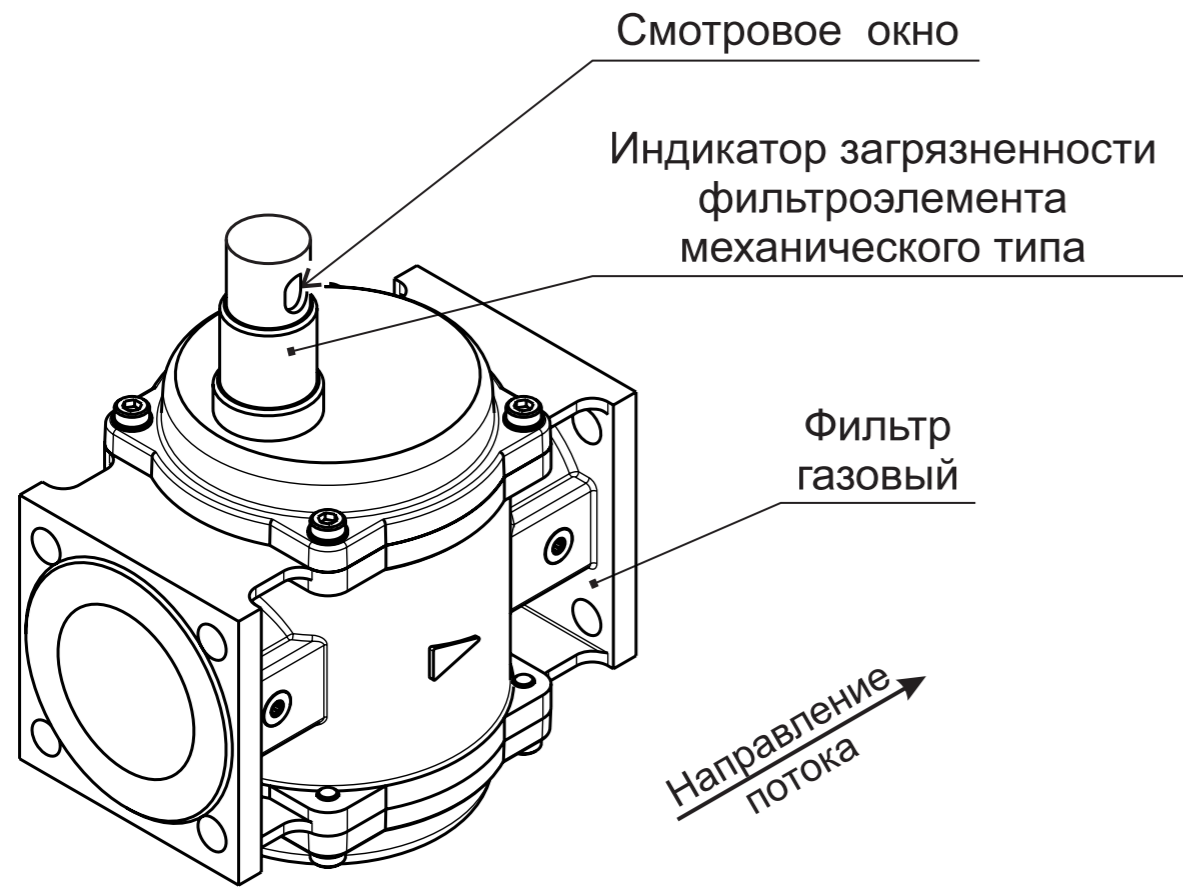

Рис. 10-25. Фильтр газовый с индикатором загрязненности фильтроэлемента механического типа
- полное перекрытие смотрового окна индикатора загрязненности (заполнение окна красным цветом) - см. рис. 10-25. Полное перекрытие смотрового окна соответствует перепаду давления 10 кПа;